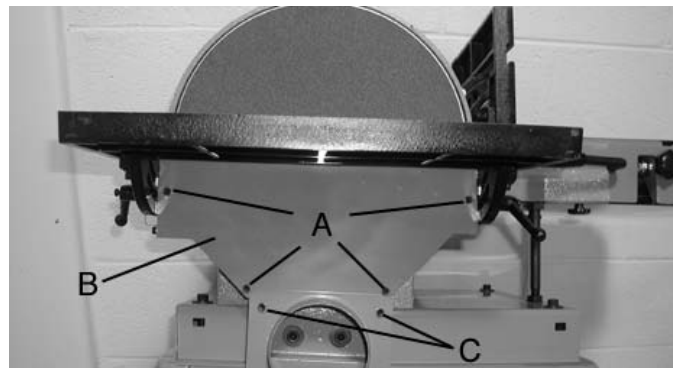

FIGURE 16
1. Desserrez et enlevez les quatre boulons à tête cylindrique (A-Fig.16) de la plaque du couvercle du disque (B).
2. Desserrez les deux boulons à tête cylindrique (C) du haut de la sortie de poussière du disque.
3. Retirez la plaque du couvercle du disque (B).
8. Remplacez les boulons à tête cylindrique (A), pour fixer la plaque du couvercle du disque.
5. Desserrez et retirez les quatre boulons à tête cylindrique de la plaque du couvercle du disque (B-Fig.16).